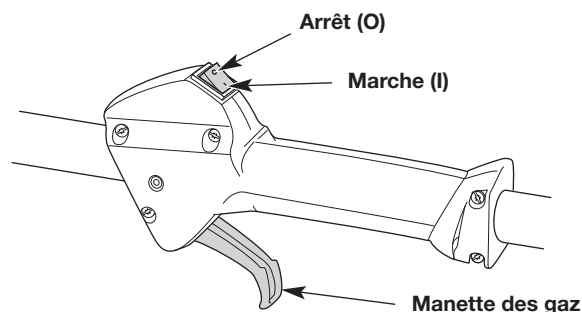
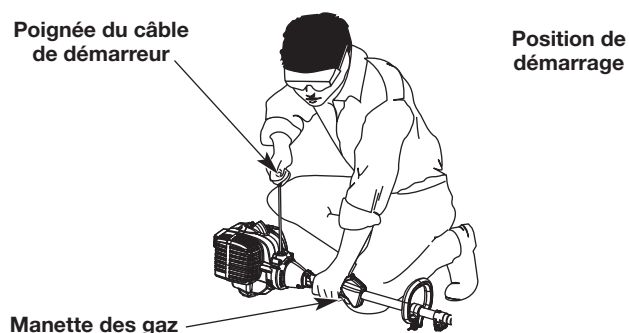

Fig. 4
Fig. 6
AVERTISSEMENT : évitez tout démarrage accidentel de l'appareil. Pour éviter toute blessure grave, l'opérateur et l'appareil doivent être tous deux en position stable quand l'opérateur tire sur le câble de démarreur (Fig. 6).
REMARQUE : il n'est pas nécessaire de démarrer l'appareil. L'interrupteur de marche/arrêt est constamment en position de marche (I) (Fig. 4).
5. Accroupissez-vous en position de démarrage (Fig. 6).
6. Appuyez sur la manette des gaz (Fig. 4) et tirez sur le câble de démarreur d'un mouvement contrôlé et ferme à **5 reprises** (Fig. 6).
2. Appuyez sur l'interrupteur de marche/arrêt et maintenez-le enfoncé en position d'arrêt (O) jusqu'à ce que le moteur s'arrête complètement (Fig. 4).